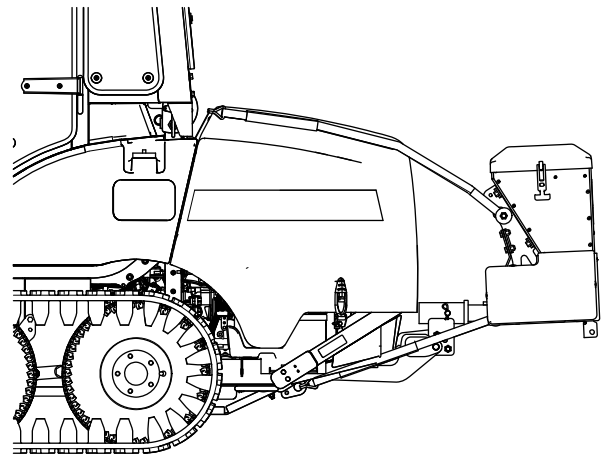

图 19
1. 将撒布机挂钩滑入车辆上的接收器挂钩并将撒布机挂钩上的第二个孔与车辆挂钩上的孔对齐 图 19。